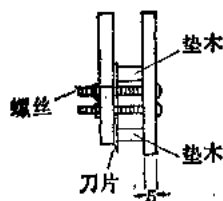

图 3
4. 将刀片贴紧刀架，刀片与刀把中间垫上木条(木条的厚度取决于所划木片的宽度)。再用螺帽拧紧，见图 3。一把划刀就制成了。